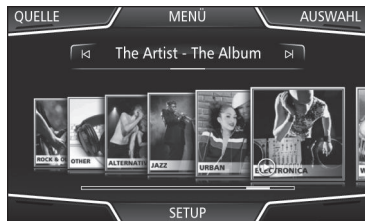

Abb. 171 Auswahl nach Cover.
Beim Antippen des aktuellen Covers » Abb. 170 ① werden alle Albencover angezeigt, die in der aktiven Medienquelle zur Verfügung stehen » Abb. 171.